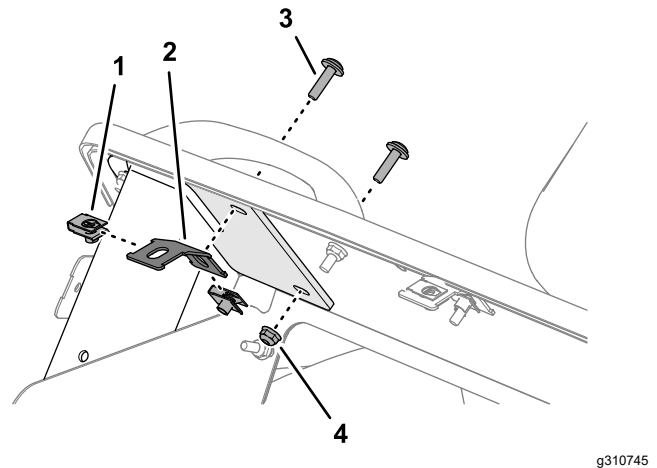

Figura 133
1. Retire los 2 tornillos Phillips de cabeza redonda (1/4" x 1") y la contratuerca (1/4") que sujetan el soporte del capó al panel de instrumentos (Figura 133).
2. Retire las 2 tuercas rápidas (1/4") del soporte del capó (Figura 133).